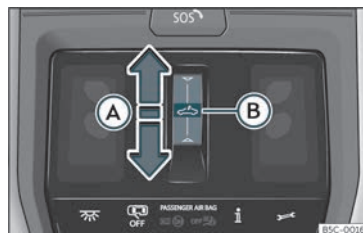

Fig. 83 En el revestiment interior del sostre: tecla del sostre de vidre.
- Moviment automàtic: feu lliscar el dit cap enrere sobre l'àrea funcional     **fig. 83** **A**.
- Abans que transcorrin aprox. 5 segons des de l'activació de la funció antiatrapament, feu lliscar el dit cap endavant sobre l'àrea funcional  **fig. 83**  i mantingueu-la pressionada fins que el sostre es tanqui completament.